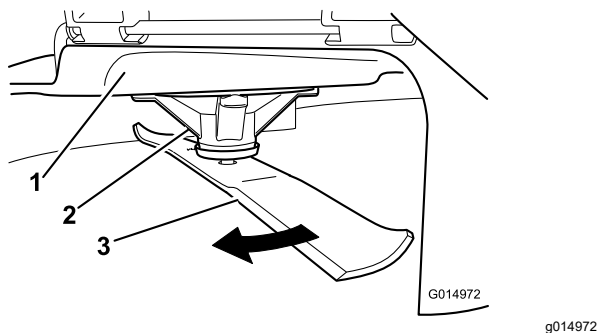

Figura 114
2. Llevando guantes fuertemente acolchados u otro tipo de protección apropiada para las manos, gire la cuchilla lentamente hasta una posición que permita medir la distancia entre el filo de corte y la superficie nivelada en la que descansa la máquina (Figura 114).